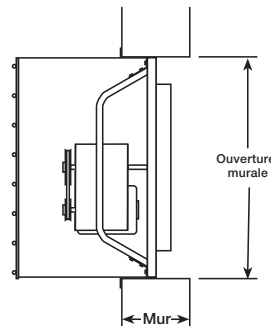

Figure 5 — Pose de ventilateur à l'intérieur du mur avec grille sur mur
- c. La Figure 5 montre une pose de ventilateur à l'intérieur du mur, pour ventilateur d'extraction. Monter d'abord le ventilateur à l'intérieur du mur. Monter ensuite la grille au mur.